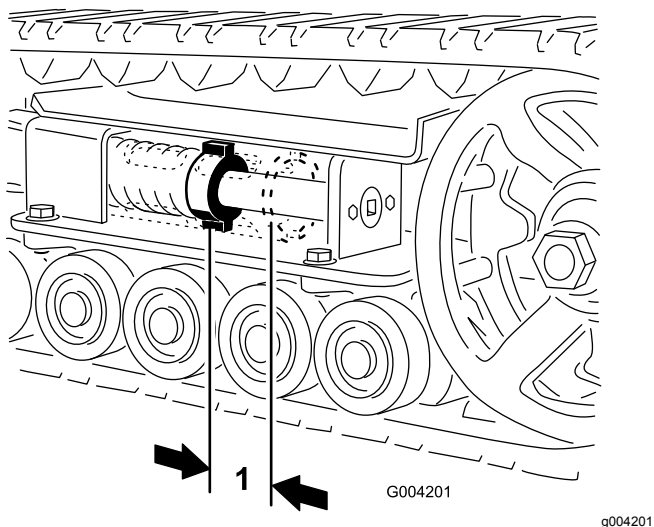

Figura 44
Deve essere presente uno spazio di 7 cm tra il dado di tensione e la parte posteriore del tubo di tensione (Figura 44). In caso contrario, regolare la tensione dei cingoli eseguendo la procedura di seguito riportata:
5. Utilizzando un cricchetto di trasmissione da ½", ruotate la vite di tensione in senso antiorario, fino a quando la distanza tra il dado di tensione e la parte posteriore del tubo di tensione (Figura 44) non è pari a 7 cm.
12. Ruotate la vite di tensione in senso antiorario, fino a quando la distanza tra il dado di tensione e la parte posteriore del tubo di tensione (Figura 44) non è pari a 7 cm.
18. Ruotate la vite di tensione in senso antiorario, fino a quando la distanza tra il dado di tensione e la parte posteriore del tubo di tensione (Figura 44) non è pari a 7 cm.